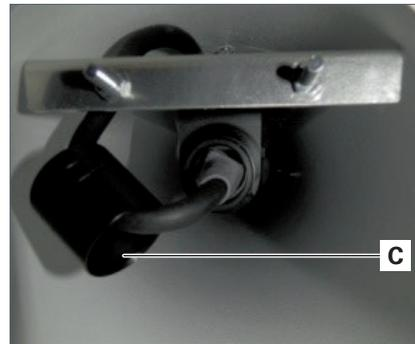

Fig. 2: Retirer le capuchon de recouvrement.
4. Retirez le capuchon de recouvrement noir **C**, voir Fig. 2.